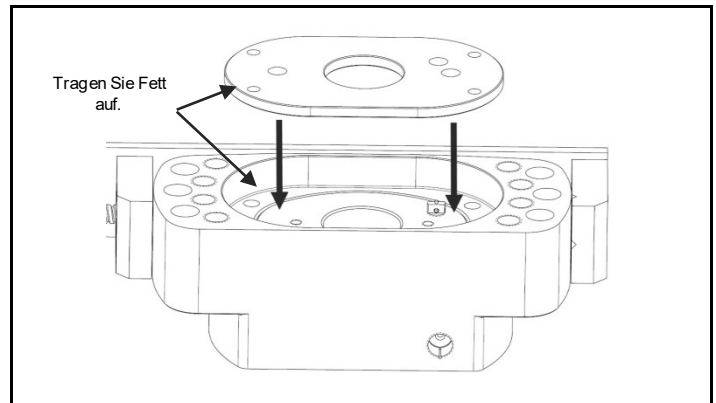
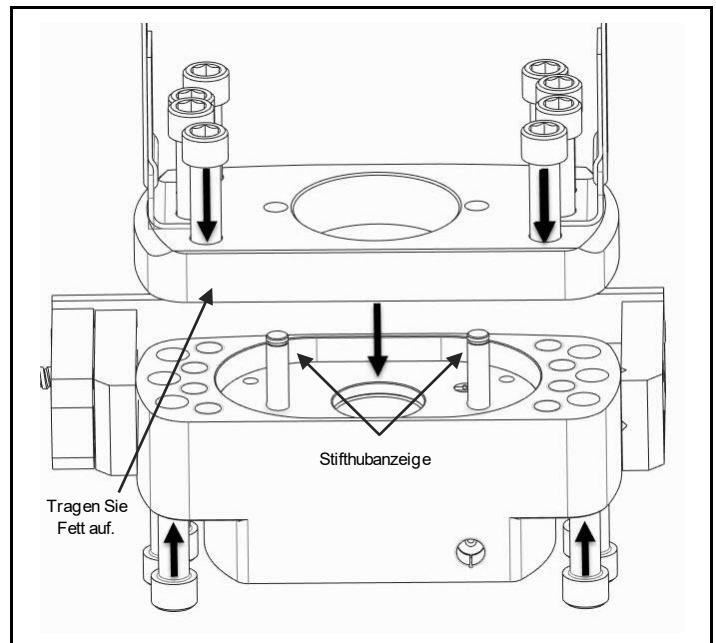

Abb. 4.10 Fett auftragen, Druckentlastungsventil einsetzen und unter der Federhalteplatte sichern
Abb. 4.11 Fett auftragen, Stifthubanzeige einsetzen, Anschlagplatte am Körper sichern
b) Stellen Sie sicher, dass die Ausrichtung von Druckentlastungsventil und Stifthubanzeige während der Montage beibehalten wird. (Abb. 4.10/ Abb. 4.11)